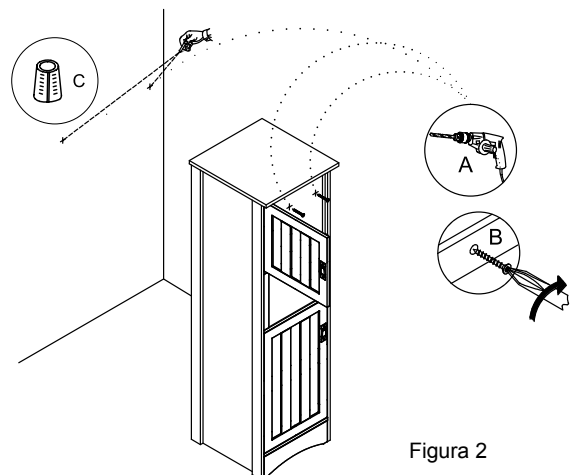

Figura 2
- 4: Fije el gabinete para lencería a la pared mediante la inserción de (x2) tornillos de #8 x 2" (B - no incluidos) a través de un riel posterior del gabinete para lencería. Figura 2. Se recomienda instalar el gabinete para lencería sobre al menos un montante de pared. Para localizar los montantes de pared, puede utilizar un detector de montantes o dar golpecitos en la pared hasta encontrar un punto que suene a superficie maciza. Si no localiza ningún montante de pared, se recomienda utilizar anclas de expansión (C - no incluidas) para fijar el gabinete para lencería.